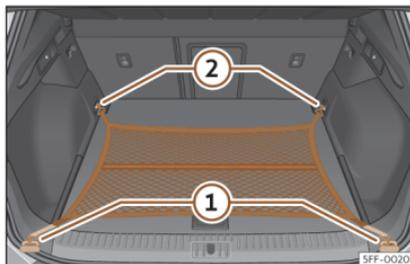

Fig. 118 Nel bagagliaio: rete fermacarico agganciata a livello del piano.
- Fissare i ganci della rete agli occhielli di ancoraggio ① r ②»» **fig. 118** »» ⚠. La cerniera della tasca dev'essere rivolta verso l'alto.